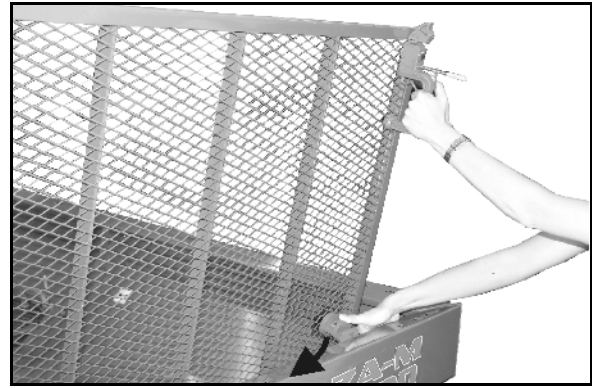

Рис. 18
3. Відкиньте захисну решітку догори, щоб фіксатор зачепився за край бункера (Рис. 18).
- Перед закриванням захисної решітки натисніть на фіксатор (Рис. 18).